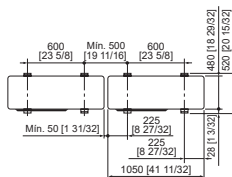

Fig. 3-2
- Cuando instale varias unidades exteriores, cumpla con los requisitos mostrados en la Fig. 3-2.